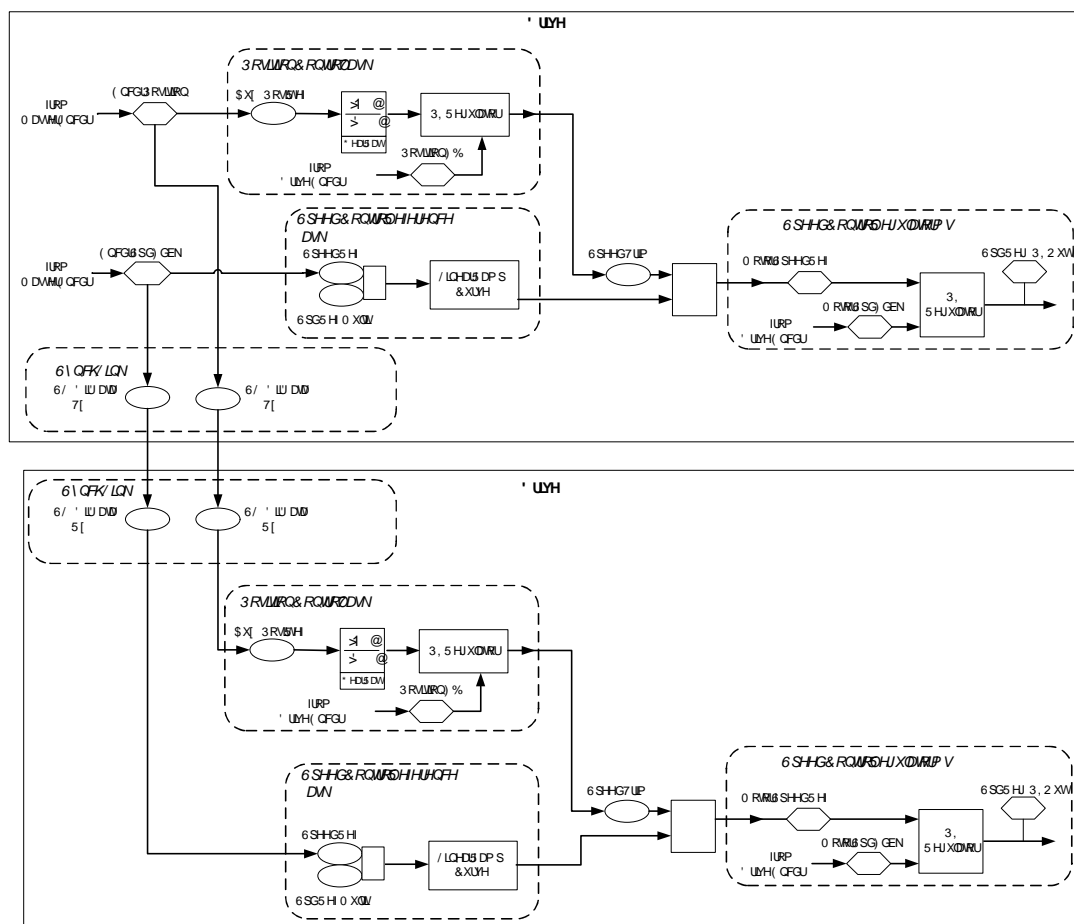

图 6-16 齿轮比跟随 SynchLink 功能的逻辑框图
1. 实验背景：在主从齿轮比多变频器系统中，带有 SynchLink 功能的 PowerFlex ® 700S Phase II 是一款性能非常杰出的控制设备。SynchLink 功能是在 PowerFlex ® 700S Phase II 中完成的，而不是在 DriveLogix 中，因此 DriveLogix 就无需使用 SynchLink。这样可以大大节约成本并省去了部分的安装工作。在所示的框图中，#1 变频器跟随主编码器（手轮编码器）的位置和速度给定值运行。然后，#1 变频器会将主编码器反馈回的速度和位置给定值通过 SynchLink 发送到#2 变频器，此时#2 变频器被设定为跟随同一个手轮运动。齿轮比可以根据速度和位置的不同而设定为不同的值。齿轮比跟随 SynchLink 功能的逻辑实现如图 6-16 所示。